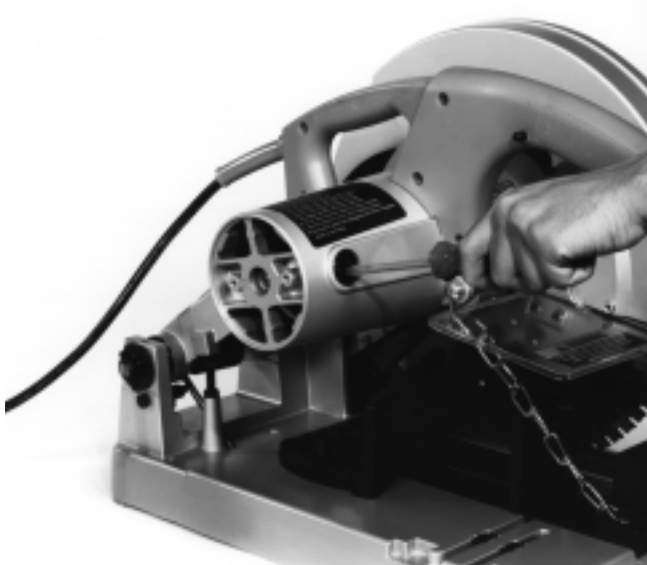

Figure 11 – Retrait des couvercles de balais
2. Retirez les couvercles de balais avec un tournevis (Figure 11).